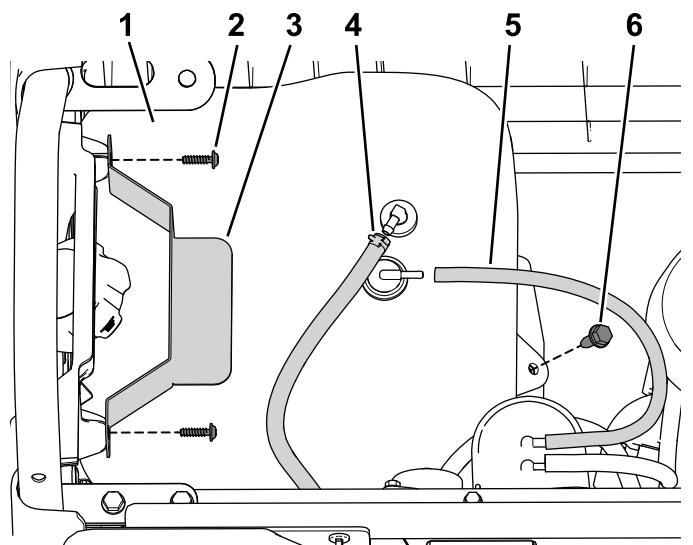

Figure 49
2. Reliez le flexible d'évent et la conduite de carburant du réservoir (Figure 49).
3. Utilisez les vis retirées précédemment pour fixer le dispositif de maintien (Figure 49).
1. Placez le réservoir de carburant sur son support (Figure 49).